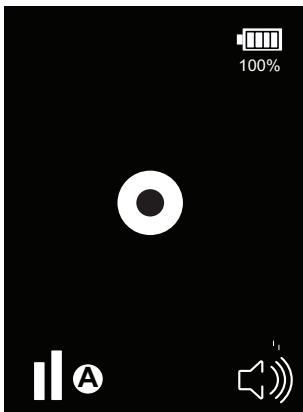

Abb. 6: Dauerzustandsanzeige
- Das CS LD 1.0 ist bereit für die Lecksuche, wenn der Dauerton ertönt. Der mittlere Kreis leuchtet synchron zum Audio-Ton (Abb. 6).